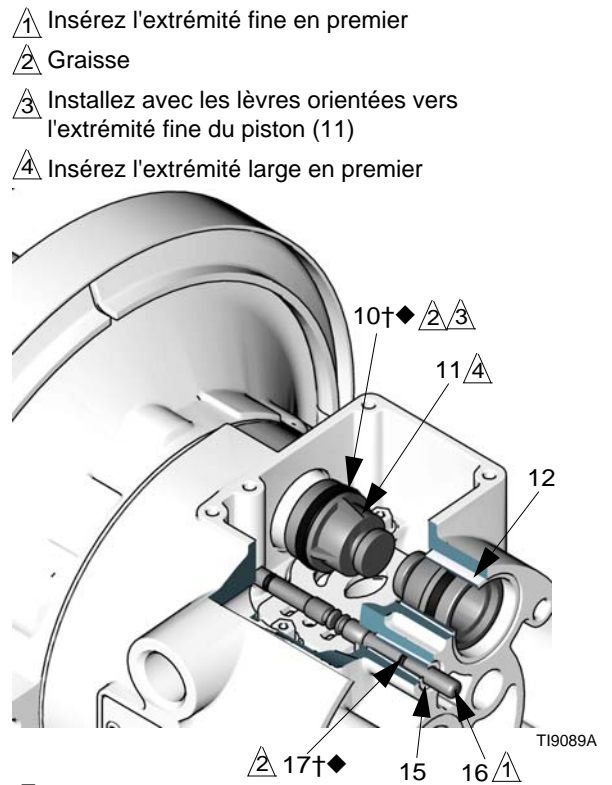

FIG. 7
4. Sortez les deux pistons d'actionnement (11) des coussinets (12). Retirez les joints en coupelle (10) des pistons. Sortez les axes de commande (16) des coussinets (15). Retirez les joints toriques (17) des axes de commande. Voir FIG. 7.
6. Examinez les coussinets (12, 15) en place. Voir FIG. 7. Les coussinets sont cintrés et, s'ils sont endommagés, doivent être retirés par l'extérieur. Pour cela, il est nécessaire de démonter la partie fluide. Consultez la page 24.
4. Installez un joint torique (17†◆) sur chaque axe de commande (16). Graissez les axes et les joints toriques. Insérez les axes dans les coussinets (15), extrémité **fine** en premier. Voir FIG. 7.
5. Installez un joint en coupelle (10†◆) sur chaque piston d'actionnement (11), en orientant les lèvres des joints vers l'extrémité **fine** des pistons. Voir FIG. 7.
6. Lubrifiez les joints en coupelle (10†◆) et les pistons d'actionnement (11). Insérez les pistons d'actionnement dans les coussinets (12), extrémité **large** en premier. Laissez l'extrémité fine des pistons exposée. Voir FIG. 7.